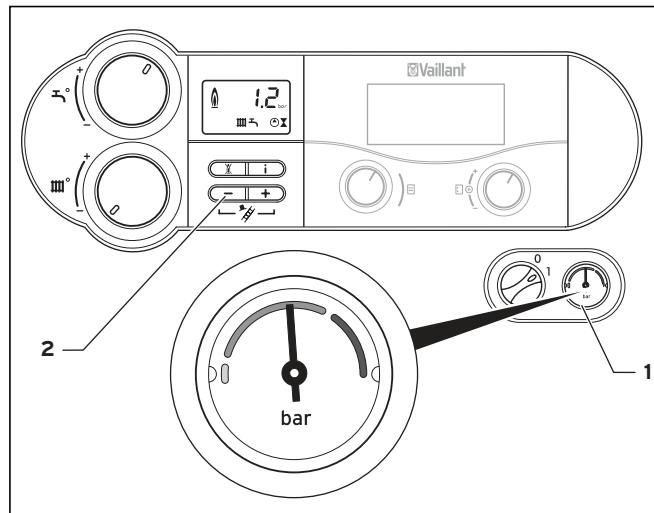

Рис. 6.1 Проверка давления наполнения отопительной установки
Для бесперебойной работы отопительной установки стрелка манометра (1) в холодном состоянии должна находиться в верхней половине темно-серой зоны (см. рис. 6.1). Это соответствует давлению наполнения между 1,0 и 2,0бар. Если система отопления распространяется на несколько этажей, то может требоваться более высокое значение давления воды устройства (во избежание поступления воздуха).